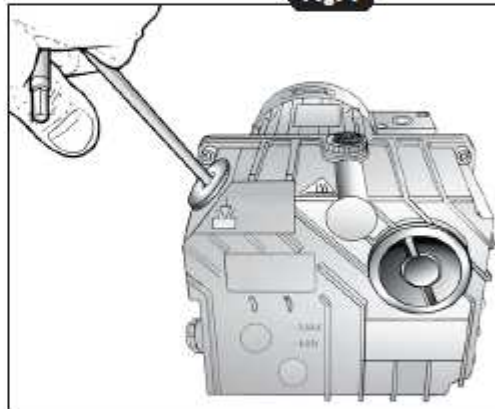

Fig. 2
- 2) Удалите тефлоновое покрытие (черного цвета) (Рис. 2).
- 4) Двумя руками поверните корпус аппарата вперед (относительно нижней панели) и аккуратно положите его на специальную подставку **A** так, чтобы не повредить основной выключатель (**Рис. 2**).
- 7) Поместите поддон (объемом около 0,5 л) непосредственно у дренажного отверстия насоса (**Рис. 2**). Используйте тот же самый торцовый ключ для открытия заглушки дренажного отверстия и подождите примерно 10 минут, пока масло полностью не стечет из него в поддон.
- 4) Удалите сначала резиновую, затем стальную манжету. Проверьте состояние отверстия забора воздуха и очистите его в случае необходимости тканью, пропитанной спиртом (**Рис. 2**).
- 4) Тщательно очистите весь масляный корпус насоса, используя ткань, пропитанную тем же самым видом масла, что используется в насосе (**Рис. 2**).
- 2) Отвинтите винты защитного кожуха платы питания, снимите кожух (**Рис. 2**).
- 5) Найдите серийный порт для подключения к Bootloader, он расположен в левой стороне платы питания. Подключите Bootloader (**Рис. 2**).